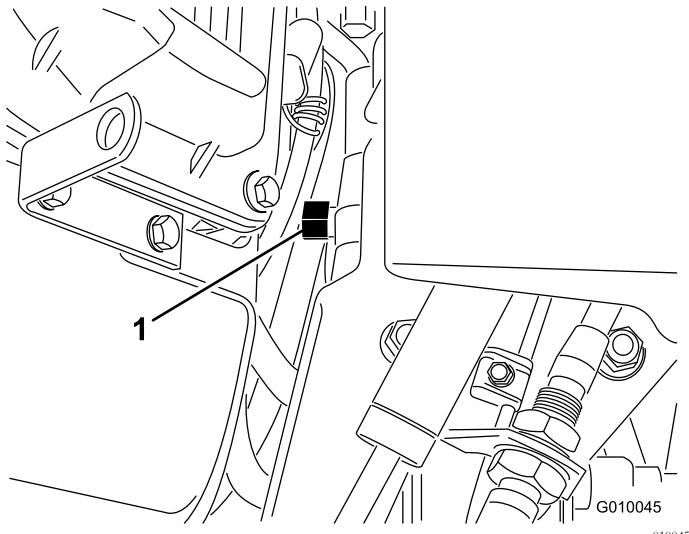

Bild 30
2. Finden Sie das Sicherheitsventil zwischen der Motor und der hydrostatischen Pumpe (Bild 30).
3. Drehen Sie das Sicherheitsventil mit einem Schlüssel ($\frac{5}{8}$ "") eine Umdrehung nach links. So kann das Hydrauliköl an der Pumpe vorbei fließen, und die Räder können sich ungehindert drehen (Bild 30).
5. Drehen Sie das Sicherheitsventil um eine Umdrehung nach rechts (Bild 30), wenn Sie den Aerifizierer erneut verwenden möchten.